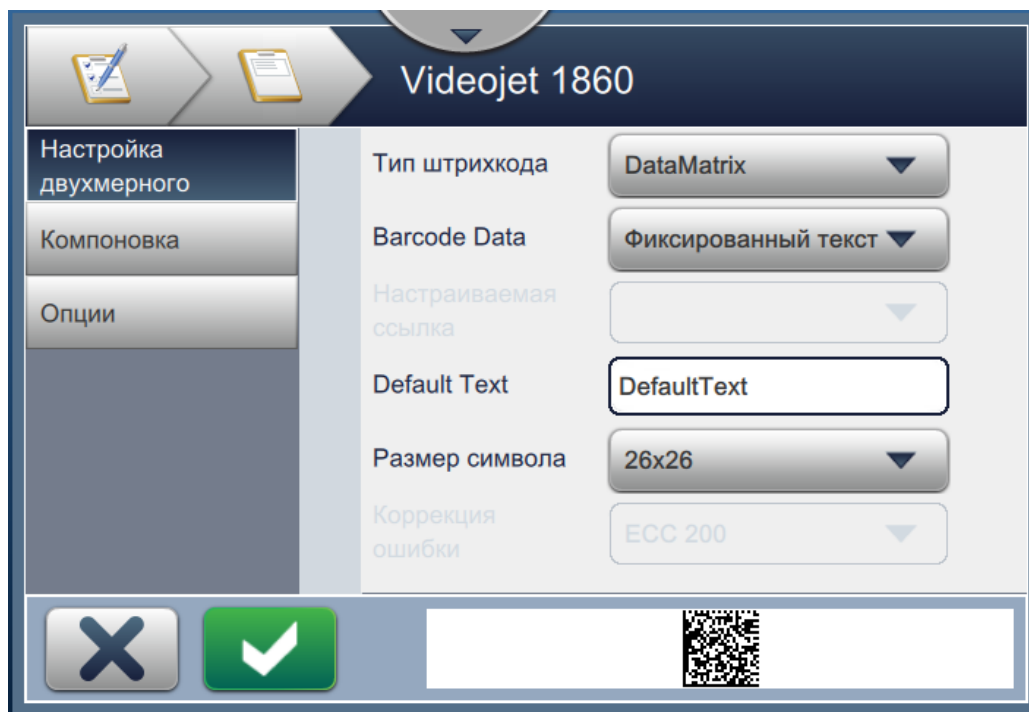

Рис. 6-10. Экран «Настройка двухмерного штрихкода»
4. Откроется экран «Настройка двухмерного штрихкода», как показано на Рис. 6-10.